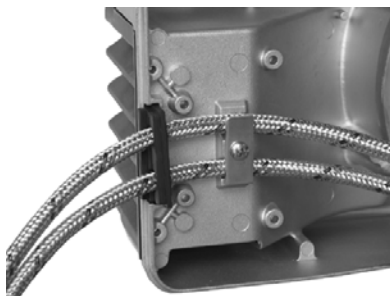

Fig. 27
- 4 Fixati cele doua furtune flexibile, asa cum se vede in Fig. 27.